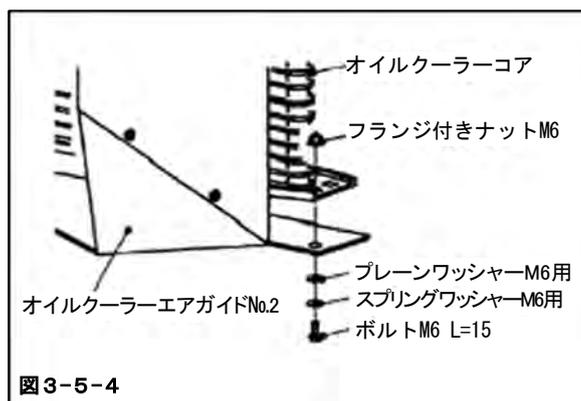

図3-5-4
- (4) 3-5. (3) でオイルクーラーコアに被せたオイルクーラーエアガイドをオイルクーラーコアに仮付けしてください。(図3-5-4)